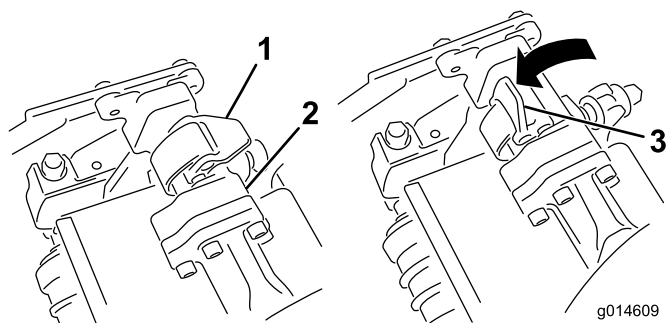
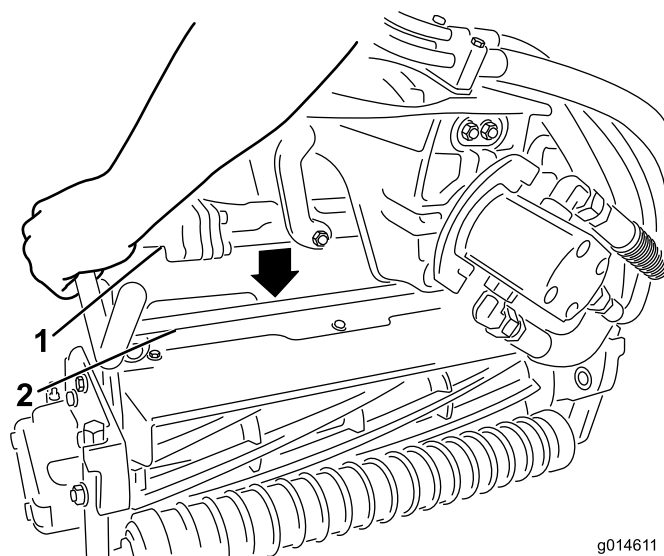

図 32
図 33
3. サスペンション・アームのバーについているラッチを上向き（開いた状態）にして（図 32）、サスペンション・アームを押し下げて、バーを、カッティングユニットのバーの上に被せるようにする（図 33）。
4. ラッチを下げて閉じるとカッティングユニットのバーがロックされてユニットがアームにセットされる（図 32）。
4. 取り外したいカッティングユニットのサスペンション・アームのバーについているラッチを開く（図 32）。